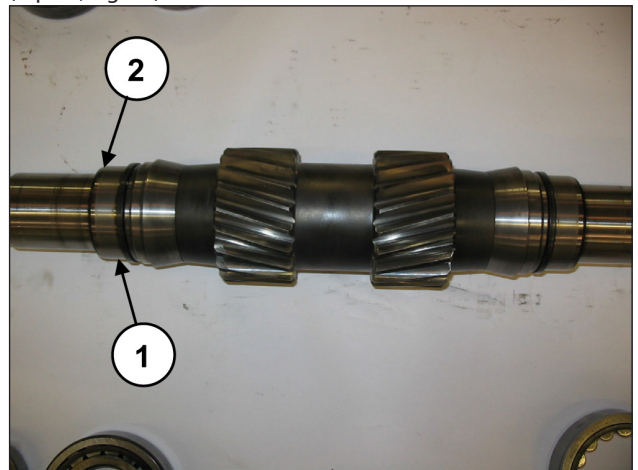

Fig. 33
Dégager les pistes intérieures des coussinets de l'arbre PTO (rep. ①, Fig. 33) et les deux entretoises du coussinet intérieur (rep. ②, Fig. 33).